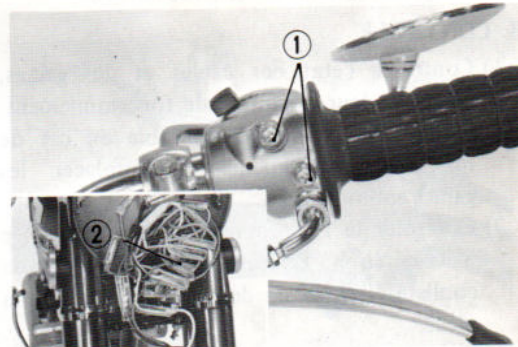

Fig 121 Dépose du contacteur de sécurité
Déposer l'ensemble contacteur de phare et contact de sécurité en retirant les deux vis de fixation. (Fig. 121)
① Vis de maintien ② Faisceau électrique
- 5) Déposer le phare et débrancher le faisceau électrique du carter de phare. (Fig. 121)